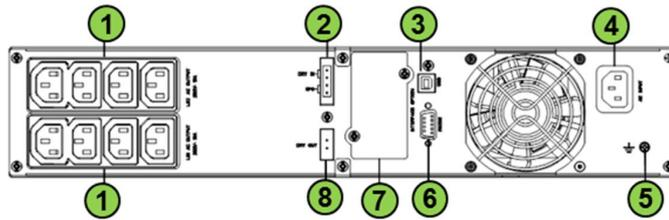

Abbildung2: Rückansicht von PowerValue 11 RT 1 und 2 kVA
3. Platzieren Sie die beiden Standfüße, wie in der Abbildung 2 dargestellt.
6. Entfernen Sie die Frontabdeckung und schließen die Batterieklemme (A) der USV an der Klemme (B) des Batteriemoduls an, wie unten gezeigt. Entfernen Sie den kleinen Kabeleinlass (C) an der Seite der Frontabdeckung, damit das Ausgangskabel des externen Batteriegehäuses durch den Einlass geführt werden kann.